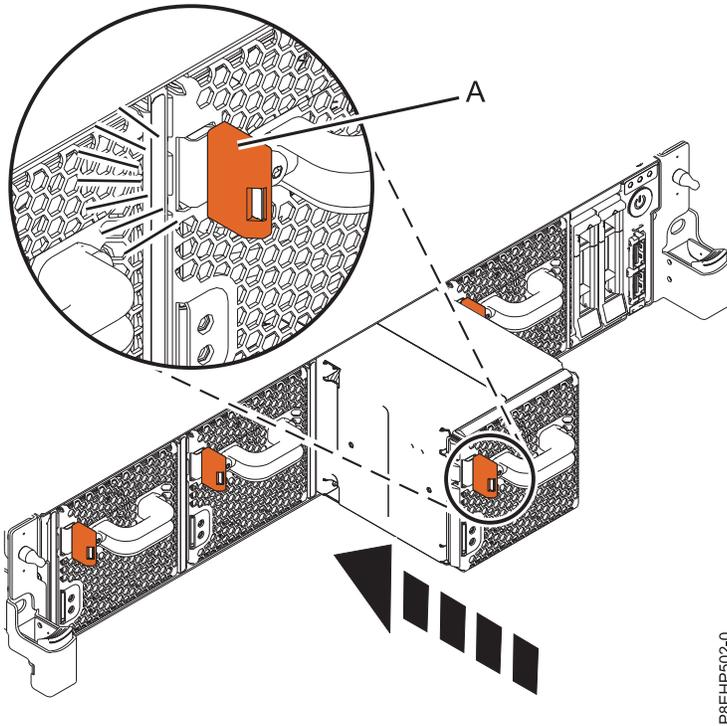

図 12. システムでのファンの再取り付け
2. 手でファンの底部を支えて、ファン (A) をファン・スロットの位置に合わせてシステム内に滑り込ませ、赤褐色のタブ (A) が所定の位置にロックされるまで押し込みます (22 ページの図 12 を参照)。